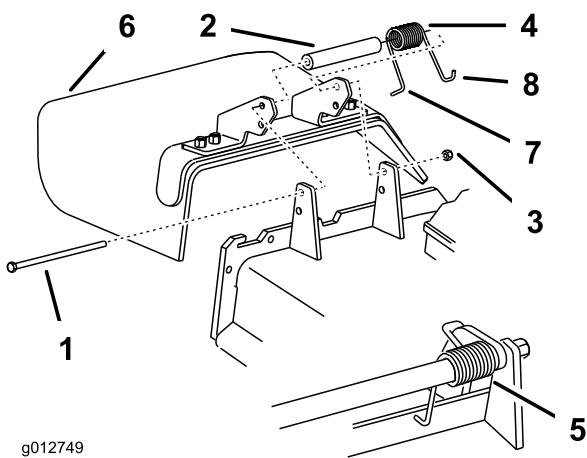

Figure 55
1. Retirez le contre-écrou, le boulon, le ressort et l'entretoise qui fixent le déflecteur aux supports de pivot (Figure 55). Enlevez le déflecteur s'il est endommagé ou usé.
**Remarque:** Prenez soin de placer l'extrémité en **L** du ressort derrière le bord du tablier avant de mettre le boulon en place, comme indiqué à la Figure 55.
- Remettez le boulon et l'écrou. Accrochez l'extrémité en **J** du ressort au déflecteur d'herbe (Figure 55).